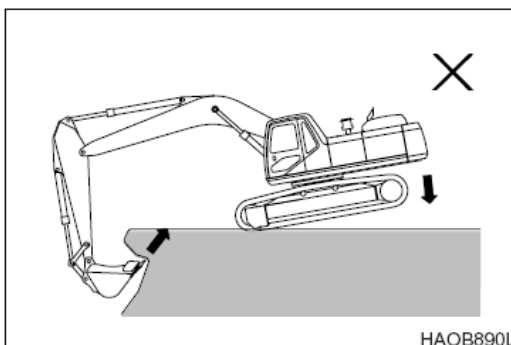

Figura 56
7. NO utilice el peso de la máquina si necesita hacer más fuerza de hincada . Consulte la Figura 56.